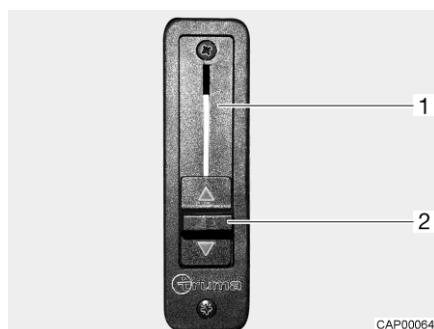

Bild 34 Skjutreglage för kanalspärr
- Öppna kanalspärr:** ■ Skjut skjutreglaget (Bild 34,2) hela vägen upp. Kanalspärren (Bild 34,1) är öppnad. Värmesystemet för bodelen värmer även vindrutan.
- Stänga kanalspärr:** ■ Skjut skjutreglaget (Bild 34,2) hela vägen ner. Kanalspärren är stängd. Värmesystemet för bodelen och basfordonets värmesystem är separerade sinsemellan.